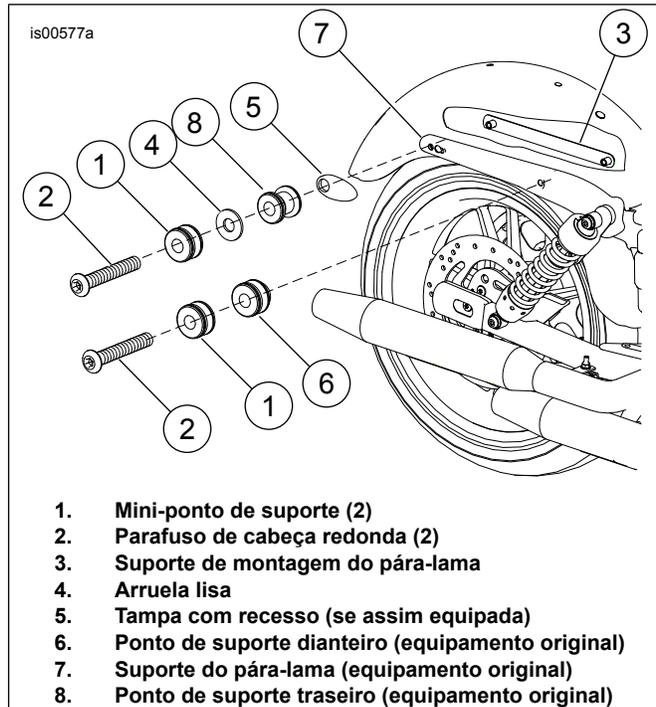

Figura 2. Instalação do kit de montagem do pára-lama (modelos com acessórios removíveis)
6. Veja Figura 2. **Parafuso dianteiro:** Instale o novo mini-ponto de suporte (1) e o ponto de suporte dianteiro (6) no novo parafuso de cabeça redonda (2). Instale o parafuso através do furo dianteiro do suporte do pára-lama (7) e no suporte de montagem do pára-lama (3).
7. **Parafuso traseiro:** Instale o mini-ponto de suporte (1) e a arruela (4) no parafuso de cabeça redonda (2) do kit de instalação. Instale o ponto de suporte traseiro (8) (com o lado liso do ponto de suporte na direção da arruela) e a tampa com recesso (5) (se instalada) no parafuso. Instale o parafuso através do furo traseiro do suporte do pára-lama (7) e no suporte de montagem do pára-lama (3).